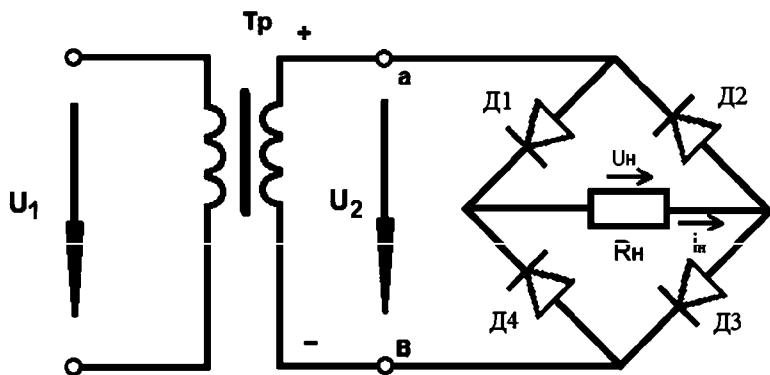

Рис. 2.4. Двухполупериодный мостовой выпрямитель.
4. Двухполупериодный мостовой выпрямитель (рис. 2.4) состоит из трансформатора и четырех диодов, подключенных к вторичной обмотке трансформатора по мостовой схеме. К одной из диагоналей моста подсоединяется вторичная обмотка трансформатора, а к другой – нагрузочный резистор Rh. Каждая пара диодов (Д1-Д3 и Д2-Д4) работают поочередно.